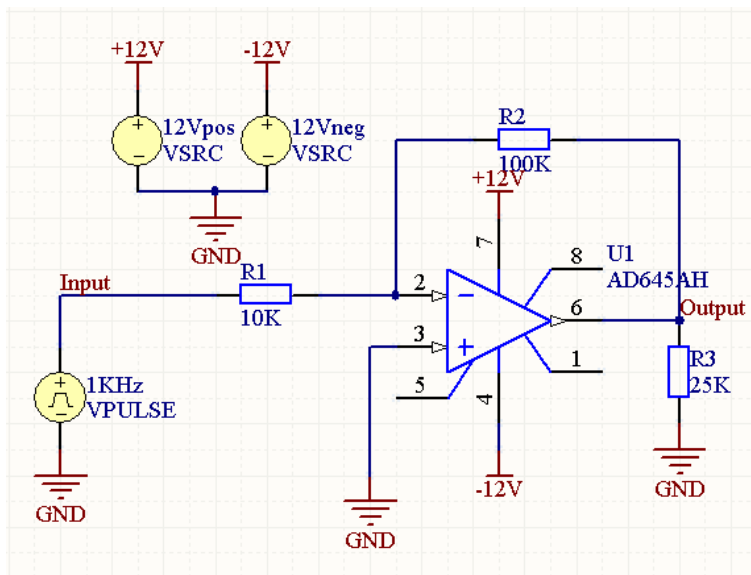

图 6.21 反向放大电路原理图
- (1) 启动 Altium Designer 6，新建一个名为“Sim2.SchDoc”的原理图文件。
- (2) 绘制如图 6.21 所示的电路原理图。